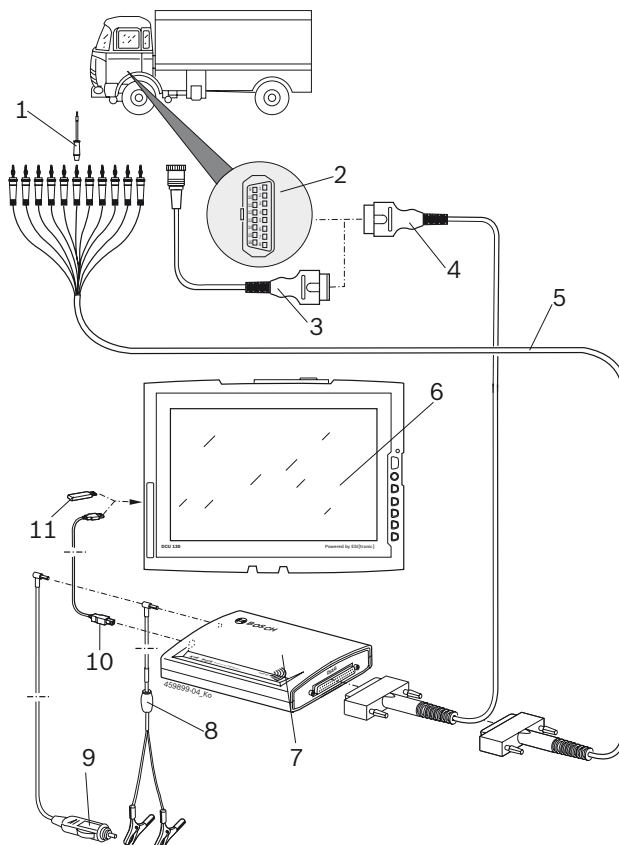

Abb. 3: Esquema de conexiones KTS Truck
- Cable de diagnóstico OBD (fig. 3, pos. 4)
- Cable de diagnóstico OBD y, adicionalmente, a través de un cable adaptador específico del vehículo (fig. 3, pos. 3) (accesorios especiales)
- Cable adaptador universal (fig. 3, pos. 5).